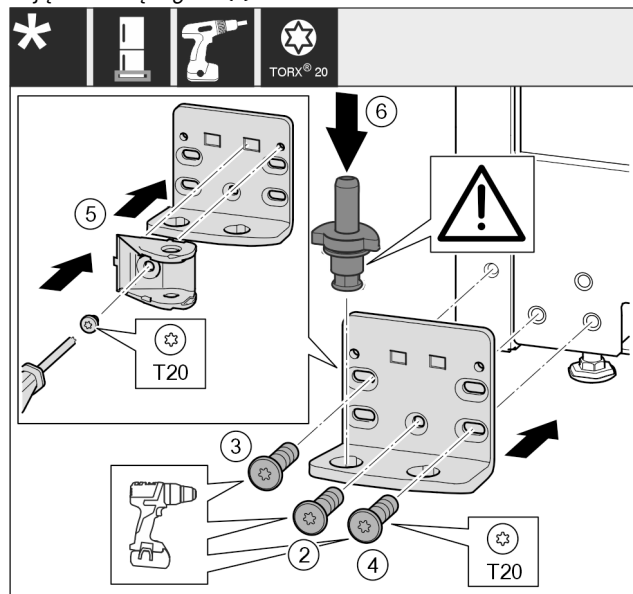

Fig. 32
- ▶ Założyć płytkę zawiasu z drugiej strony i przykręcić śrubokrętem. Rozpocząć od śruby Fig. 32 (2) dolnej umieszczonej na środku.
- ▶ Dokręcić śrubę Fig. 32 (3) i śrubę Fig. 32 (4).
- ▶ Obrócić połączenie amortyzatora zamykania Fig. 32 (5) o 180°. Przykręcić z drugiej strony płytki zawiasu przy użyciu śrubokręta.
- ▶ Założyć cały trzpień zawiasu Fig. 32 (6). Zwrócić przy tym uwagę, by krzywka zatraskowa wskazywała do tyłu.